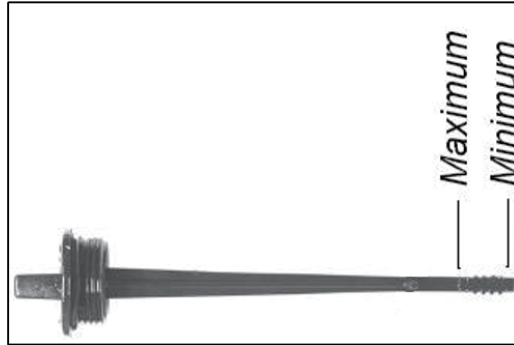

Fig. 9
- ☐ Vérifiez le niveau d'huile. Le niveau d'huile doit être entre les repères **min** et **max** sur la jauge (voir fig. 9). Si le niveau est proche du repère min, remplissez jusqu'à ce qu'il atteigne le repère max.